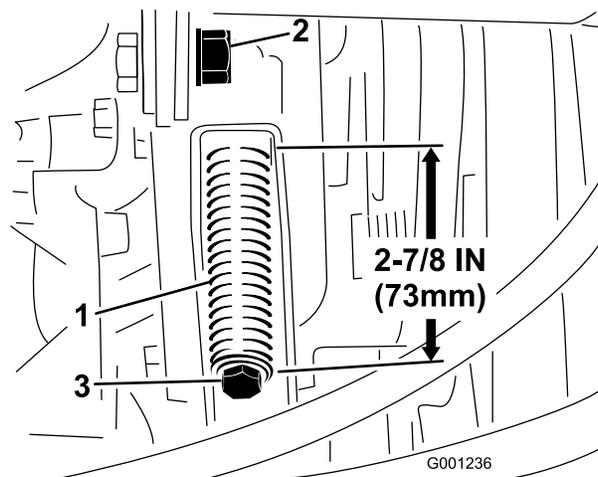

Figura 75
3. Allentate il controdado dell'asta tendicinghia (Figura 75).
4. Stringete o allentate la molla tendicinghia (Figura 75) utilizzando una chiave da 1/2" (13 mm). Regolate la lunghezza della molla a 73 mm.
4. Allentate completamente la molla tendicinghia (Figura 75) utilizzando una chiave da 1/2" (13 mm).
6. Montate la nuova cinghia della PDF e tensionate la molla della puleggia a 73 mm di lunghezza (Figura 75).
7. Serrate il controdado (Figura 75) e chiudete il cofano.